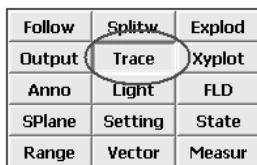
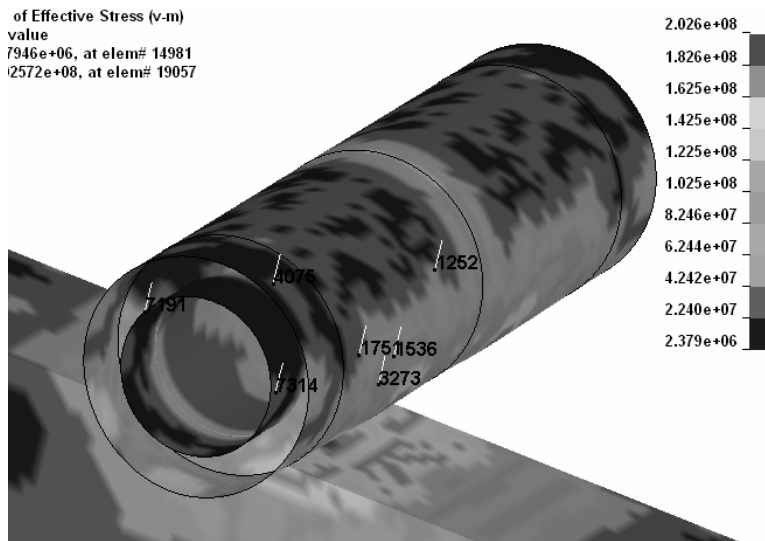

图 8-32 跟踪节点的运动轨迹
图 8-33 节点的运动轨迹
(1) 如图 8-32 所示, 用鼠标左键单击操作界面右上方的“Trace”按钮, 然后在图形窗口中的模型上随便选出几个点, 再单击视频播放按钮, 动画显示出所选各点的运动轨迹(见图 8-33)。